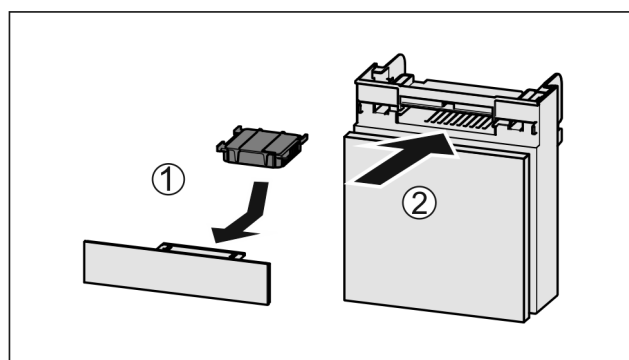

Fig. 136
- ▶ Introduzca el compartimiento Fig. 136 (2).